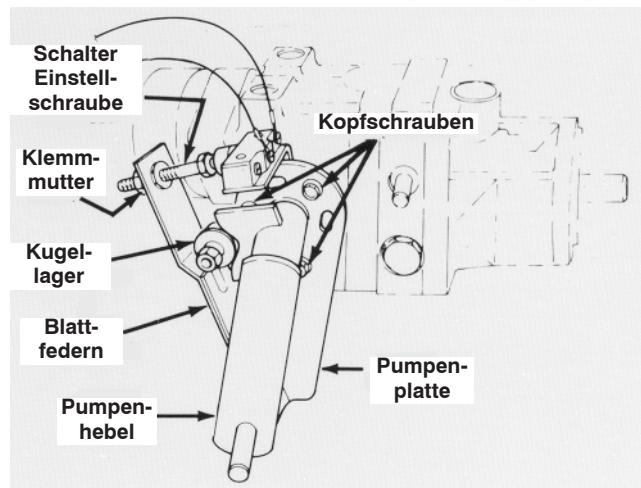

Bild 60
1. Stellen Sie die Maschine auf einer ebenen Fläche ab und stellen Sie den Motor ab. Aktivieren Sie die Feststellbremse, kippen Sie den Sitz nach vorne und betätigen Sie den Pumpehebel (Bild 60), um sicherzustellen, dass die Pumpe richtig positioniert ist und ungehindert funktioniert. Korrigieren Sie etwaige Abweichungen.
6. Da sich das Rad dreht, muss die Pumpenplatte eingestellt werden. Stellen Sie vor dem Einstellen der Pumpenplatte den Gasbedienungshebel auf LANGSAM. Wenn sich das Rad nach vorne dreht, lösen Sie die Kopfschrauben und bewegen die Unterseite der Pumpenplatte ein wenig nach links (Bild 60). Wenn sich das Rad jedoch nach hinten dreht, bewegen Sie die Pumpenplatte nach rechts (Bild 60). Wenn sich das Rad nicht mehr dreht, ziehen Sie die Kopfschrauben an, mit denen die Pumpenplatte gegen die Seite des Getriebes gedrückt wird, Prüfen Sie die Einstellung mit dem Gasbedienungshebel auf LANGSAM und auf SCHNELL.
- Das Kugellager ist nicht ordnungsgemäß befestigt oder abgenutzt (Bild 60).
- Laubfedern sind schwach oder beschädigt (Bild 60). Tauschen Sie sie aus.
2. Betätigen Sie den Pumpehebel (Bild 60), um sicherzustellen, dass alle Teile ordnungsgemäß funktionieren und richtig positioniert sind.
3. Lösen Sie dann die Klemmmutter. Drehen Sie die Einstellschraube für den Schalter (Bild 60) bis ein Abstand zwischen dem Schraubenkopf und der Schaltertaste besteht.